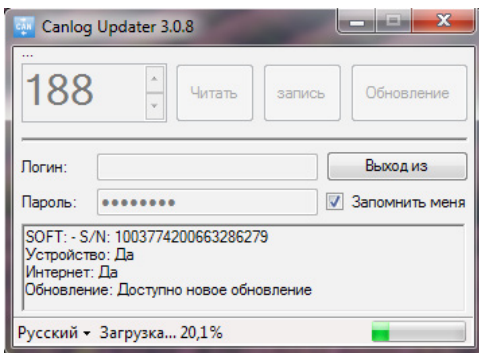

Рис.11. Обновление прошивки контроллера P145\_20.
6. Нажать кнопку «Обновление». Начнется процесс загрузки списка поддерживаемых ТС (Рис.11).